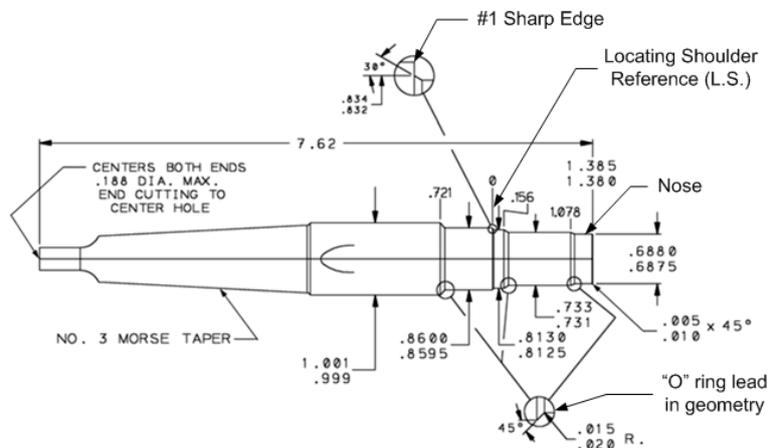

Bild 2.
- An dem LS-Anschlag der Formreibahle muss geprüft werden, ob die scharfe Kante noch erhalten ist. Siehe Bild 2, Bemerkung Nr. 1.